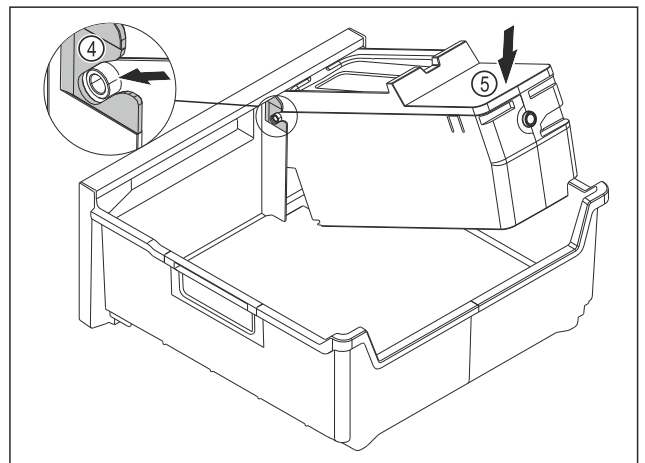

Fig. 125
- ▶ Az EasyTwist-Ice egység testének szerelése: Tolja be az EasyTwist-Ice egység testének tengelyeit a vezetőelemekbe Fig. 125 (4).
- ▶ Nyomja le az EasyTwist-Ice egység testének Fig. 125 (5) hátsó részét.